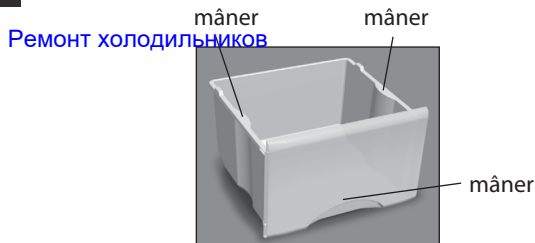

Figura 4 – Coșul BIG-BOX
3.1.2 În congelatorul M-7204-XXX în conformitate cu figura 4, la coșul BIG-BOX puteți congela mai mult de 14 kg de alimente proaspete, pe un raft – 15 kg.